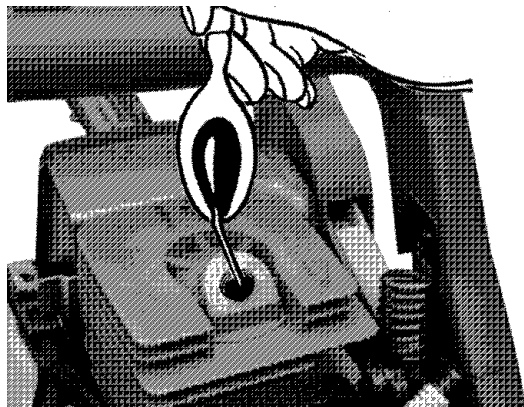

Fig. 31
5. Verser 1 cuillerée à thé d'huile 2 temps propre dans la chambre de combustion. Tirer lentement le cordon du lanceur plusieurs fois de manière à lubrifier les composants internes. Remonter la bougie (Fig. 31).